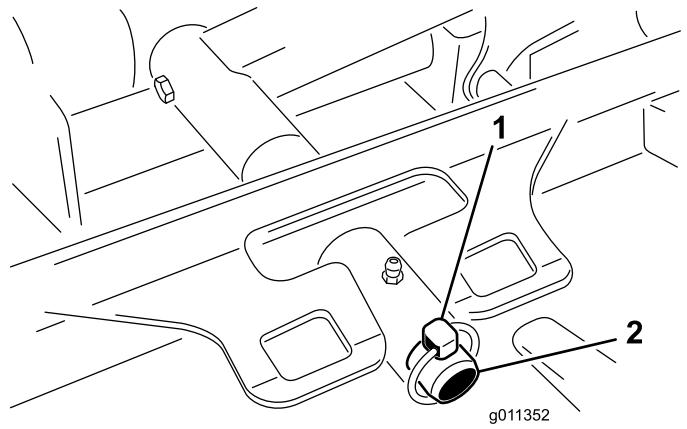

Bild 86
3. Entfernen Sie den Klappstecker (für Groundsmaster 4500-Maschinen) oder die Befestigungsmutter (für Groundsmaster 4700-Maschinen), mit dem bzw. der der Mähwerkträgerrahmen am Lagerbolzen des Hubarms befestigt ist (Bild 86).
2. Schieben Sie den Trägerrahmen des Mähwerks auf den Lagerbolzen des Hubarms (Bild 86). Befestigen Sie das Mähwerk mit dem Klappstecker (für Groundsmaster 4500-Maschinen) oder der Befestigungsmutter (für Groundsmaster 4700-Maschinen) am Lagerbolzen.